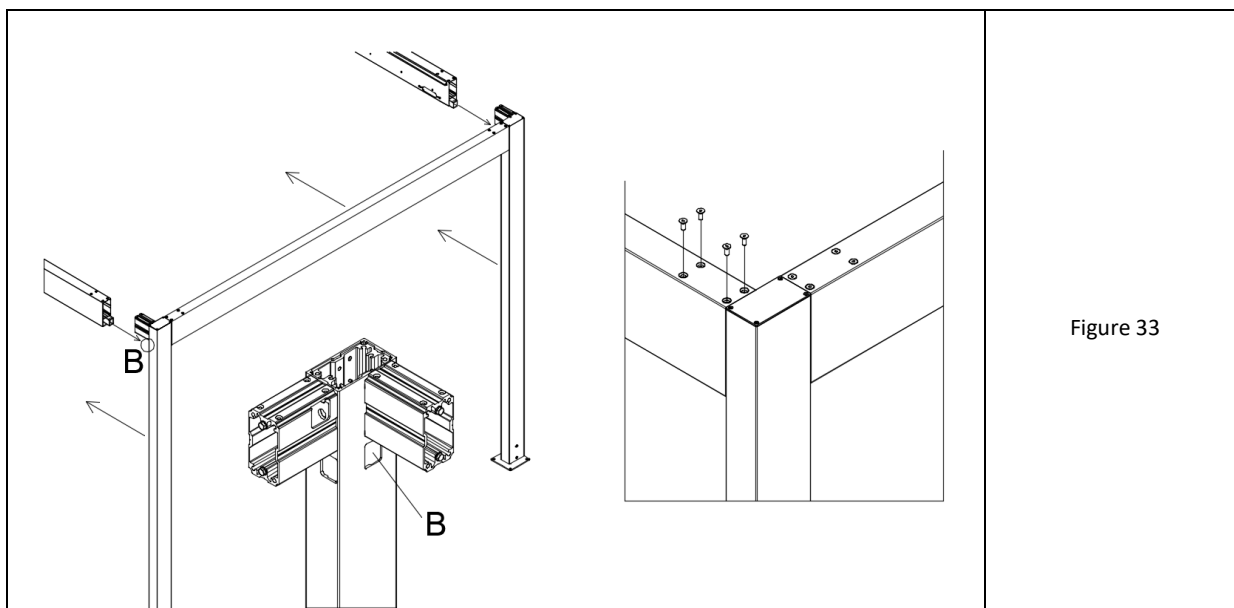

Figure 33
12. Le cadre doit être inséré dans les extrémités libres des poutres transversales soutenues. Les drains inférieurs des traverses pénètrent dans la fenêtre carrée (emplacement "B") du poteau (du côté le plus large) sous l'os. os du poteau dans la chambre supérieure de la poutre (figure 33).
13. Vissez les deux coins par le haut avec 4 vis à six pans creux M8x20 (fig. 33-droite).